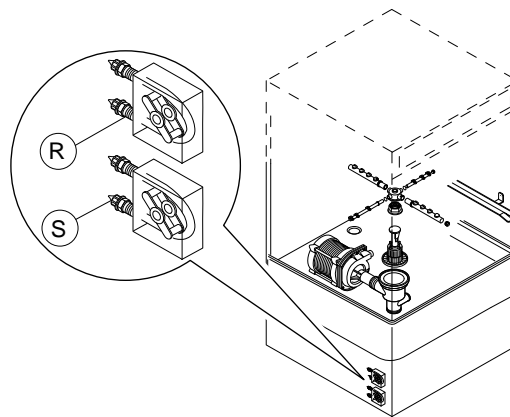

Fig. 1 Descripción del dosificador automático
1. Lavavajillas con dosificador de detergente líquido incorporado (Fig. 1)
2. Lavavajillas con bomba dosificadora de abrillantador peristáltica incorporada (Fig. 1)